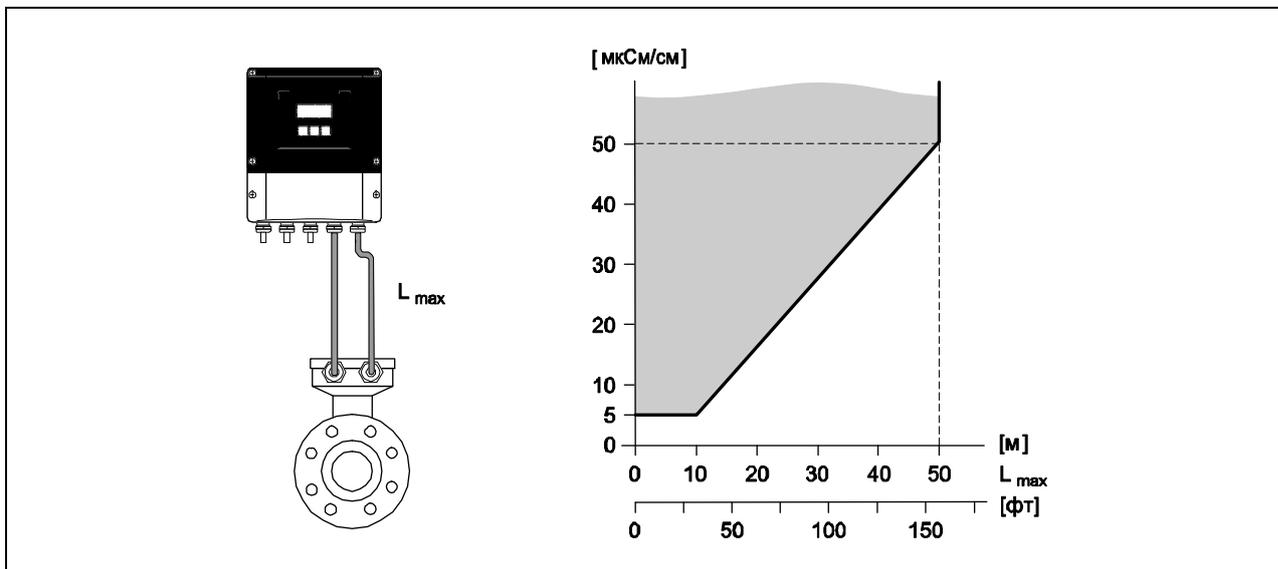

Рис. 16: Допустимая длина соединительного кабеля в зависимости от проводимости среды для варианта раздельного исполнения
- Допустимая длина кабеля L_{\max} зависит от проводимости жидкости (Рис. 16)